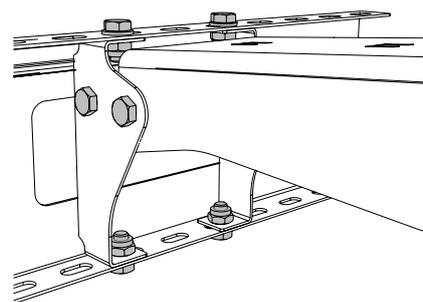

Figura 46. Montaje con soporte de panel en el elevador trasero
2. Monte la placa de sujeción del dispositivo de control en el brazo, véase Figura 46.